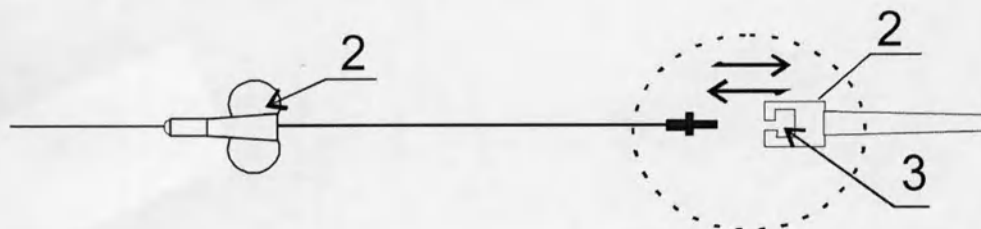

Рис.2.
- соединение с насадкой (рис.2) осуществляется через пластмассовую защелку (1). При соединении и извлечении насадки (2) рекомендуется большим и указательным пальцем нажимать в промежутки защелки (3). Это облегчит процедуру соединения (извлечения) и продлит срок службы МС.